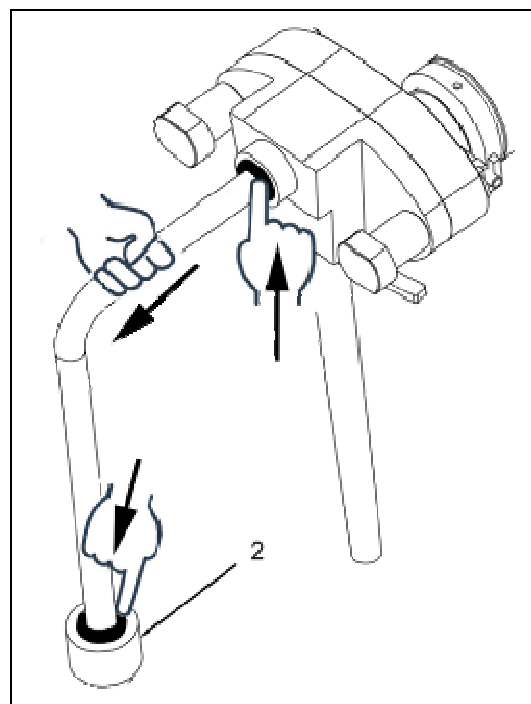

Fig. 2
- **S**ganciare il tubo di mandata della pompa utilizzando la tecnologia a sgancio rapido premendo contemporaneamente il collare scuro verso l'interno e con l'altra mano estrarre il tubo (fig.2).
- **R**ipetere la stessa operazione per sganciare il tubo dal raccordo vasca 2 (fig.2).
- **S**vitare il raccordo vasca per rimuoverlo (fig.2).